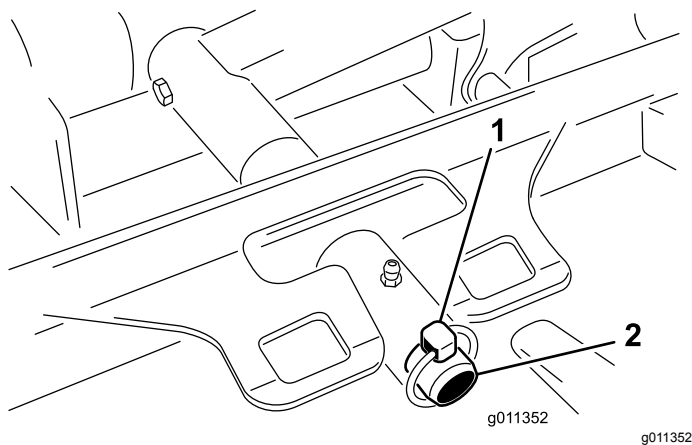

Рисунок 82
3. Снимите шплинт или крепежную гайку (только на машинах Groundsmater 4700), с помощью которых несущая рама деки крепится к оси поворота подъемного рычага (Рисунок 82).
3. Наденьте несущую раму деки на ось поворота подъемного рычага. Закрепите шплинтом или крепежной гайкой (только на машинах Groundsmater 4700) (Рисунок 82).